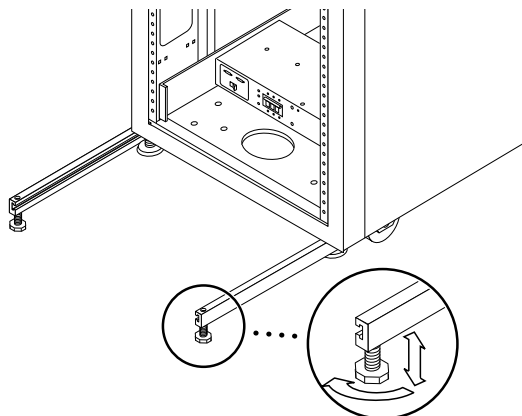

図 3-4 安定脚の高さ調整パッドの調節
- 高さ調整レンチを使って、安定脚が床面に接するように両方の安定脚の足を調節します (図 3-4)。